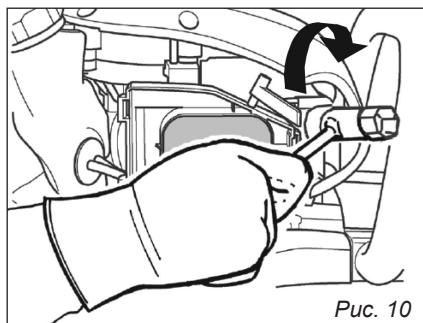

Рис. 10
1. Снимите колпачок и открутите свечу зажигания с помощью прилагаемого свечного ключа (рис. 10).